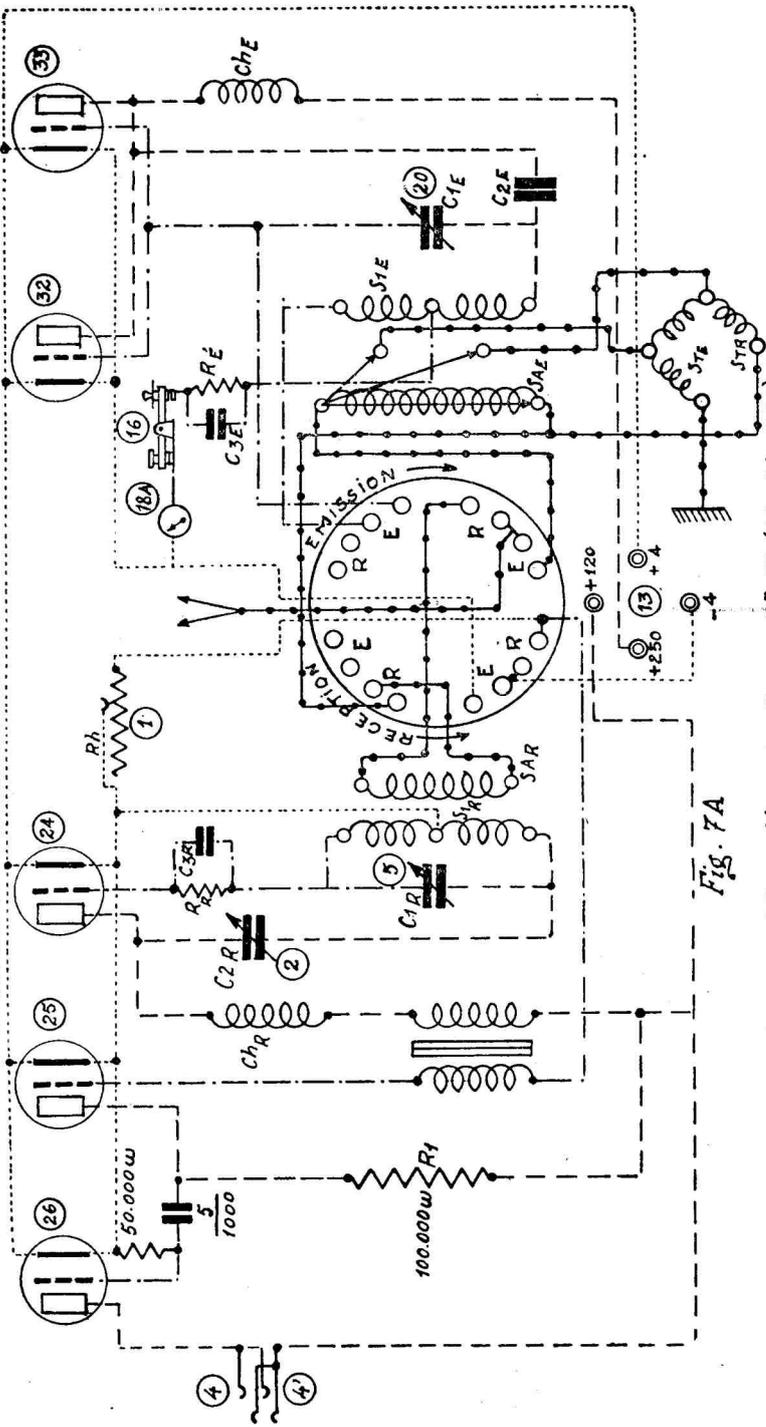

Fig. 7A
24. G. E. — Les schémas de l'ensemble émetteur-récepteur sont donnés par les figures 7A (ER17 modèle 1931) et 7B (ER17 modèle 1934) hors texte.